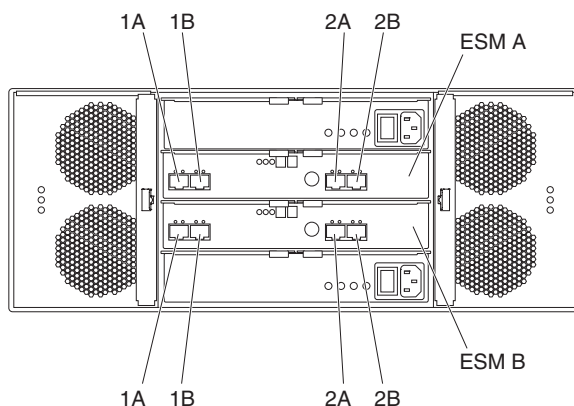

図 48. EXP5060 ポート・ラベル
- DS5100 および DS5300 コントローラー・ドライブ・ポートは、常に、非トランキング構成の、1B とラベルの付けられている EXP5060 ESM ポートに接続されなければならない、ドライブ側トランキング構成の、1B および 2B とラベルの付けられている EXP5060 ESM ポートに接続されなければなりません。86 ページの図 48は、EXP5060 上のポート・ラベルを示しています。